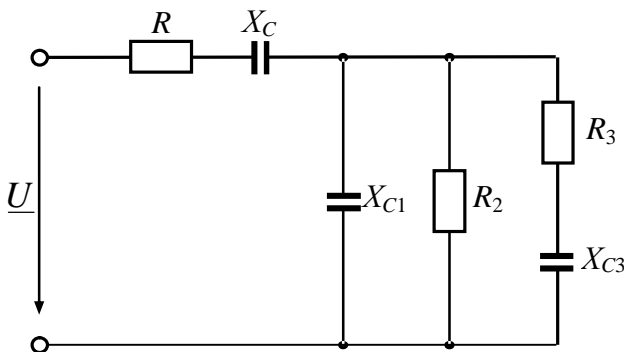

Рис. 3.26
**3.141.** Визначити струми в електричному колі змінного струму (рис. 3.26), якщо напруга джерела живлення  $U = 100 \text{ В}$ , активні й реактивні опори:  $R = 67 \text{ Ом}$ ;  $R_2 = R_3 = 10 \text{ Ом}$ ;  $X_C = 12,6 \text{ Ом}$ ;  $X_{C1} = 10 \text{ Ом}$ ;  $X_{C3} = 10 \text{ Ом}$ . Побудувати векторну діаграму струмів і напруги. Задачу розв'язати методом комплексних чисел.